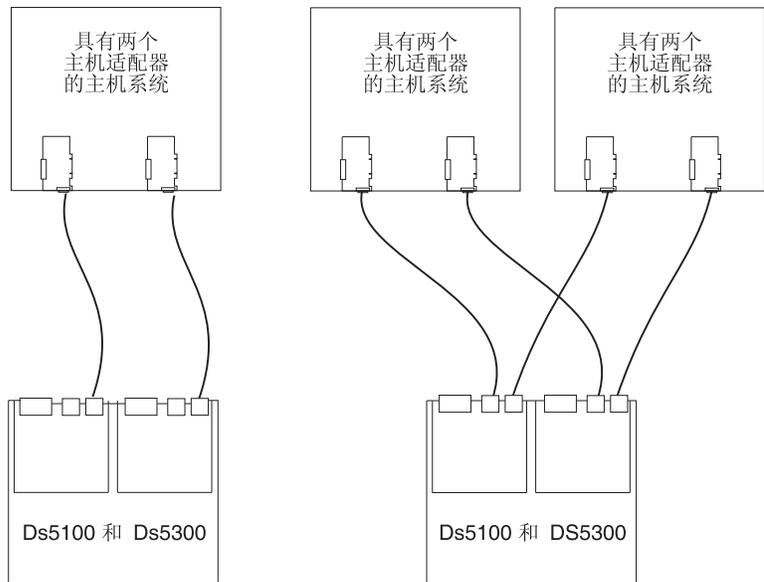
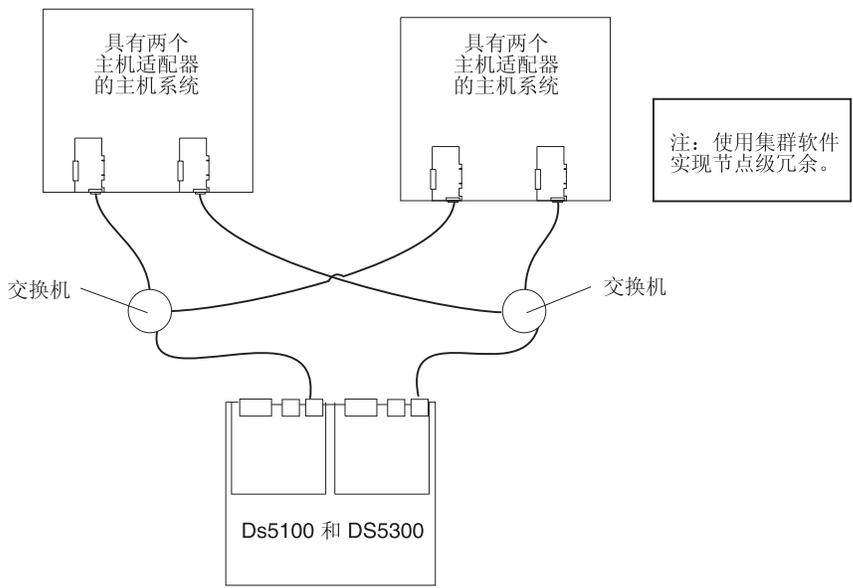

图 77. 冗余主机直接连接光纤通道配置的示例
图 78. 冗余 SAN 光纤网光纤通道配置的示例
- 冗余主机和驱动器光纤通道环路配置，如第 109 页的图 77 中所示
第 109 页的图 77 是一个主机系统到一个 DS5100 和 DS5300 以及两个主机系统不通过交换机连接到一个 DS5100 和 DS5300 的示例。第 109 页的图 78 是冗余 SAN 光纤通道配置的示例。